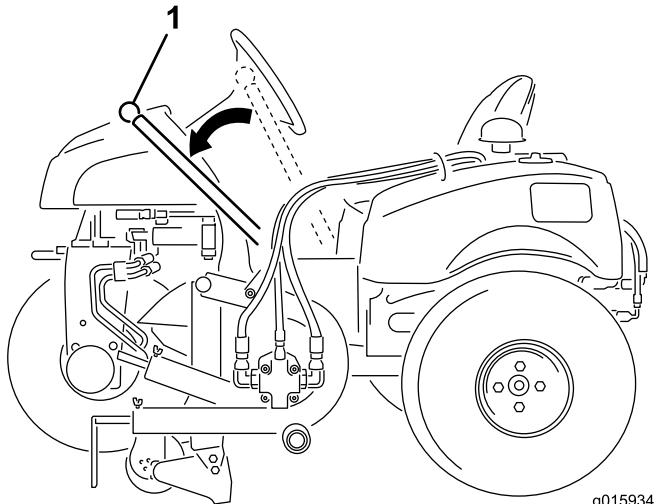

Figura 10
Utilize o manípulo para subir e descer o contornador (Figura 10).
2. Pressione o manípulo para fora e baixe a lâmina do contornador para o solo (Figura 10).
- Pressione o manípulo para fora e eleve a lâmina do contornador para a posição de transporte (Figura 10).